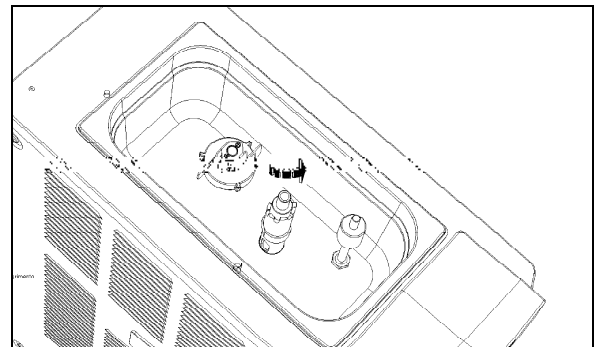

Fig. 10
- En soulevant et en tournant la partie supérieure du tuyau dans le sens inverse des aiguilles d'une montre (fig.10) et en plaçant la goupille de la même chose sur des encoches plus hautes, vous augmentez la quantité de produit pouvant s'écouler dans la chambre de congélation, modifiant ainsi la consistance et le volume de la même chose.